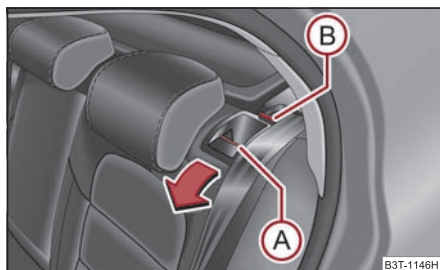

Abb. 84 Sitzlehne entriegeln
- Durch Drücken des Entriegelungsgriffs (A) ⇒ Abb. 84 entriegeln Sie die Sitzlehne und klappen diese nach vorn.
- Vergewissern Sie sich, dass der rote Stift (B) verdeckt ist ⇒ Abb. 84.